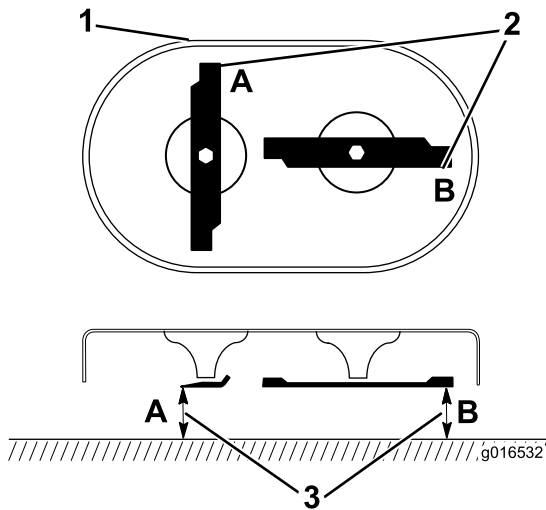

Figura 42
1. Gire las cuchillas a la posición mostrada en Figura 42.
2. Mida desde una superficie nivelada hasta los filos de corte, en las posiciones A y B (Figura 42) y anote las dimensiones.
3. Gire las cuchillas de manera que sus extremos opuestos están en las posiciones A y B (Figura 42).